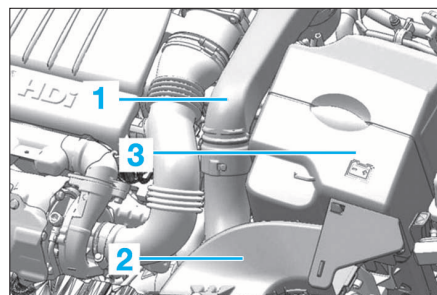

FIG. 1
- les raccords d'entrée d'air (1) et (2) (Fig.1).